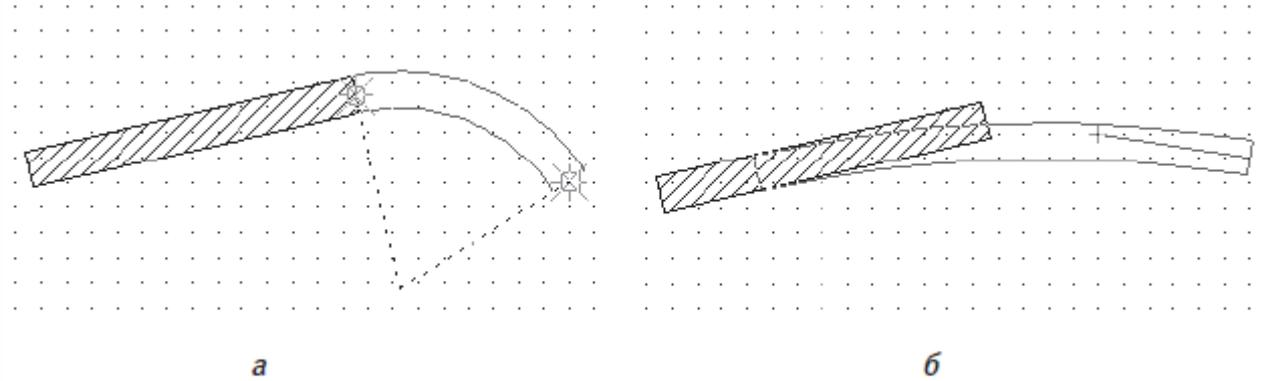

Рис. 1.26. Построение дуги: продление стены (а) и дуга на стену (б)
– криволинейный отрезок стены дома строится на продолжении одной из стен, в результате стена не замыкается. Сама арка строится по двум точкам, одна из которых является окончанием указанной стены, другая задается пользователем с помощью щелчка кнопкой мыши (рис. 1.26, а).
– действие команды похоже на действие предыдущей, только дуга создается по трем точкам и крайняя точка дуги не зафиксирована на краю стены (то есть стена не продлевается, а скругляется дугой (рис. 1.26, б)).